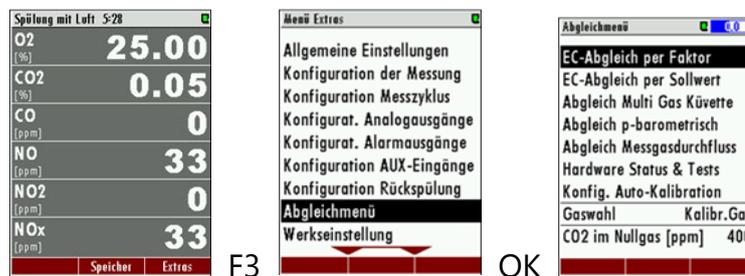

Abb. 1
- Öffnen Sie das Menü: Abgleich: EXTRAS / ABGLEICHMENÜ (Abb.1).
- Öffnen Sie im Abgleichmenü IR CO2 / CH4 ABGLEICH (Abb.1).